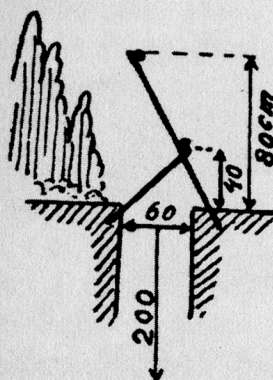

Abb. 52
1. Latrinenaubau. Der Bau der Abtrittgelegenheiten ist bei großer Lagerbesetzung die wichtigste Arbeit, die auch vor allen anderen Arbeiten ausgeführt wird. Bei wenigen Leuten kann man sie vielleicht auf den nächsten Tag verschieben. Aber es wird ein ganz bestimmter Platz in solchen Fällen ausgemacht, nach dem die Geplagten bis zur Fertigstellung des Donnerbalkens spatenbewaffnet abtrollen müssen. Wir bauen gewöhnlich die aus den Abb. 52 und 53 ersichtliche Form. Jeder Besucher hilft mit dem Spaten zur Verkleinerung des durch das Ausheben des Grabens entstandenen Erdhaufen bei. Zum „Überfluß“ wirft täglich ein Abgeordneter einige Spaten voll Chlorkalk zur Desinfizierung in die Grube. Die Latrine ist gegen Sicht gedeckt. Wo es an natürlichem Bewuchs fehlt, wird durch die Anlage eines Reißigzaunes nachgeholfen. — Dauert ein Lager nur zwei bis drei Tage, dann wählt man eine einfachere Art des Latrinenaubaus, und zwar die vom Militär her bekannte Graben- oder „Reit“-Eislatrine. Es ist dies ein 40 cm breiter und tiefer Graben, dessen Ränder durch Balken vor dem Abbröckeln geschützt werden. Der Gang der weiteren Lagerarbeit ist hiernach folgender: